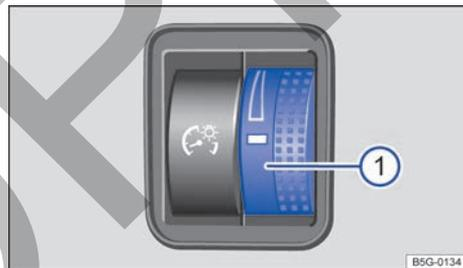

Fig. 92 Junto al volante: regulador de la iluminación de los instrumentos y los mandos ①.
En función del equipamiento del vehículo, la intensidad de la iluminación de los instrumentos y los mandos se puede regular sin escalonamientos girando el regulador → fig. 92 ① con las luces encendidas.